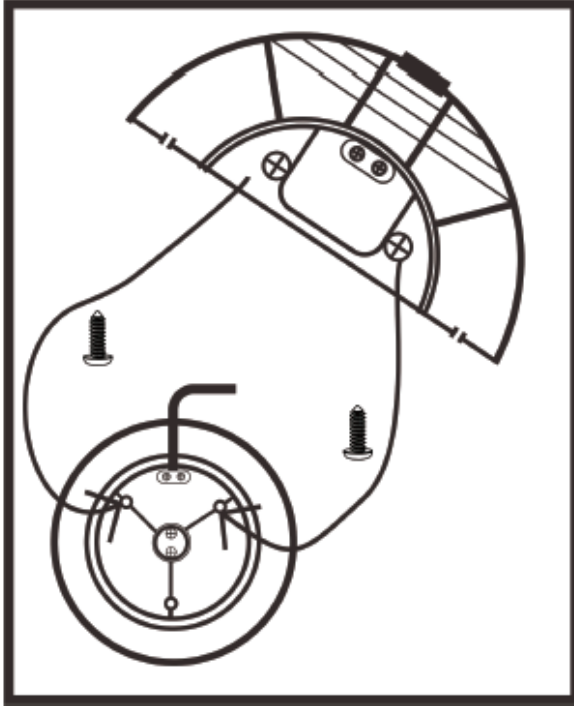

Fig. 3
- Plaats nu het tweede deel van de standaard (9) op de motor (2) en het deel van het frame (9) dat al is gemonteerd. Het netsnoer (8) moet nu door het midden van de standaard (9) worden geleid en door de kabelgeleiders worden geregen (zie fig. 3).